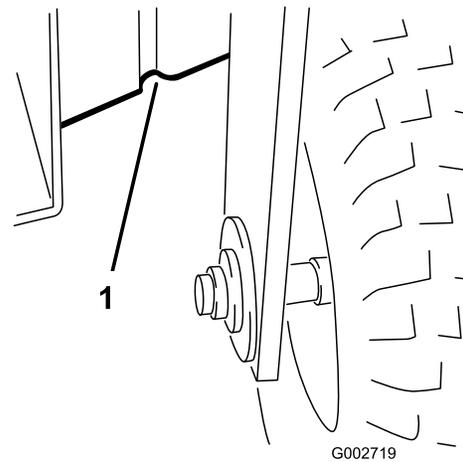

Figura 19
- Parte da frente debaixo da estrutura atrás da roda dianteira (Figura 19).